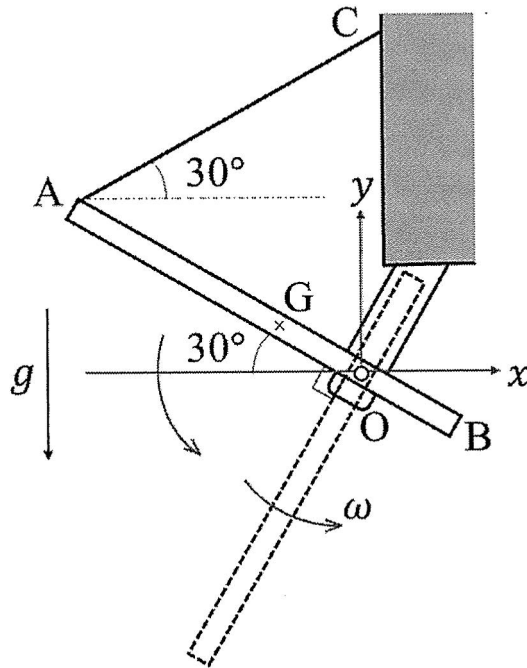

図 1
- (1) ピン支持点  $O$  に関する剛体棒 AB の慣性モーメント  $I_O$  を求めよ。
- (2) 図 1 のように剛体棒 AB が平衡状態にあるとき、ケーブルの張力  $T$  を求めよ。
- (3) ケーブルを静かに切り離した直後の剛体棒 AB の回転角加速度  $\alpha$  を求めよ。
- (4) ケーブルを切り離した後、剛体棒 AB は  $90^\circ$  回転して図 1 の点線の位置に到達した。このときの剛体棒 AB の回転角速度  $\omega$  を求めよ。